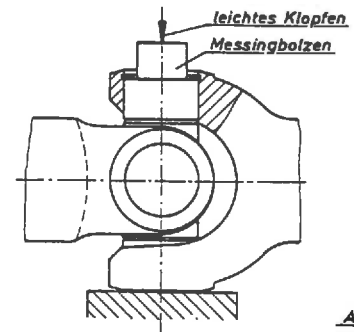

Abb. 1
- 1) Spannungen zwischen Sicherungsringen und Lagerbüchsen werden beseitigt (siehe Abb. 1).